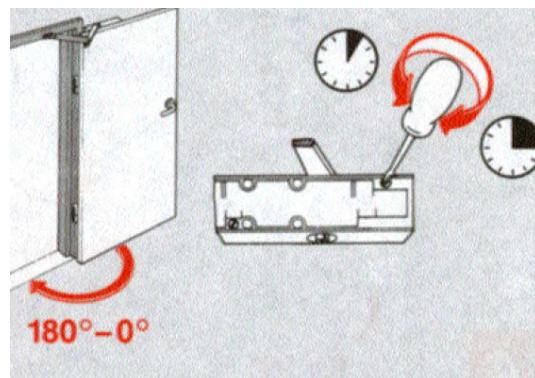

Рис. 15. Регулировка скорости закрывания двери.
6. С помощью регулировочного клапана отрегулируйте скорость закрывания двери. Рекомендуемое время полного закрывания около 6 сек. (Рис. 15)
Компания DORMA рекомендует установку стопора для ограничения угла открывания двери (**рис. 15**).